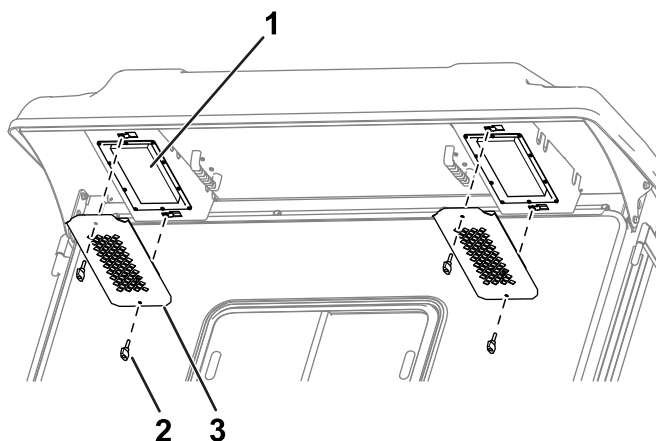

Рисунок 84
1. Снимите ручки и решетки с задней выступающей части кабины (Рисунок 84).
4. Установите фильтр в кабину с помощью ручек и решеток (Рисунок 84).